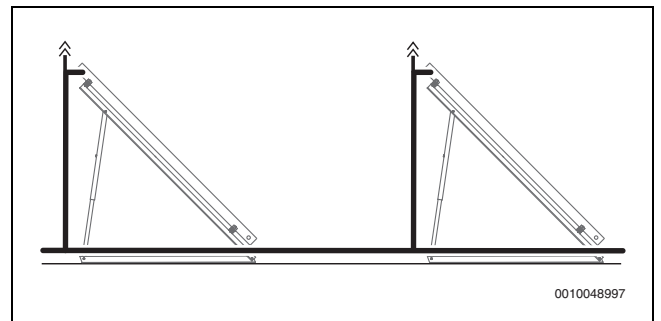

Bild 14 Mehrere parallel geschaltete Kollektorreihen mit zusätzliche Entlüfter (Vorlaufleitung)
- Bei mehreren parallel geschalteten Kollektorreihen auf Flachdächern sowie bei Anlagen mit Solarstation KS0150 an jeder Kollektorreihe einen Entlüfter montieren (→ Bild 14).